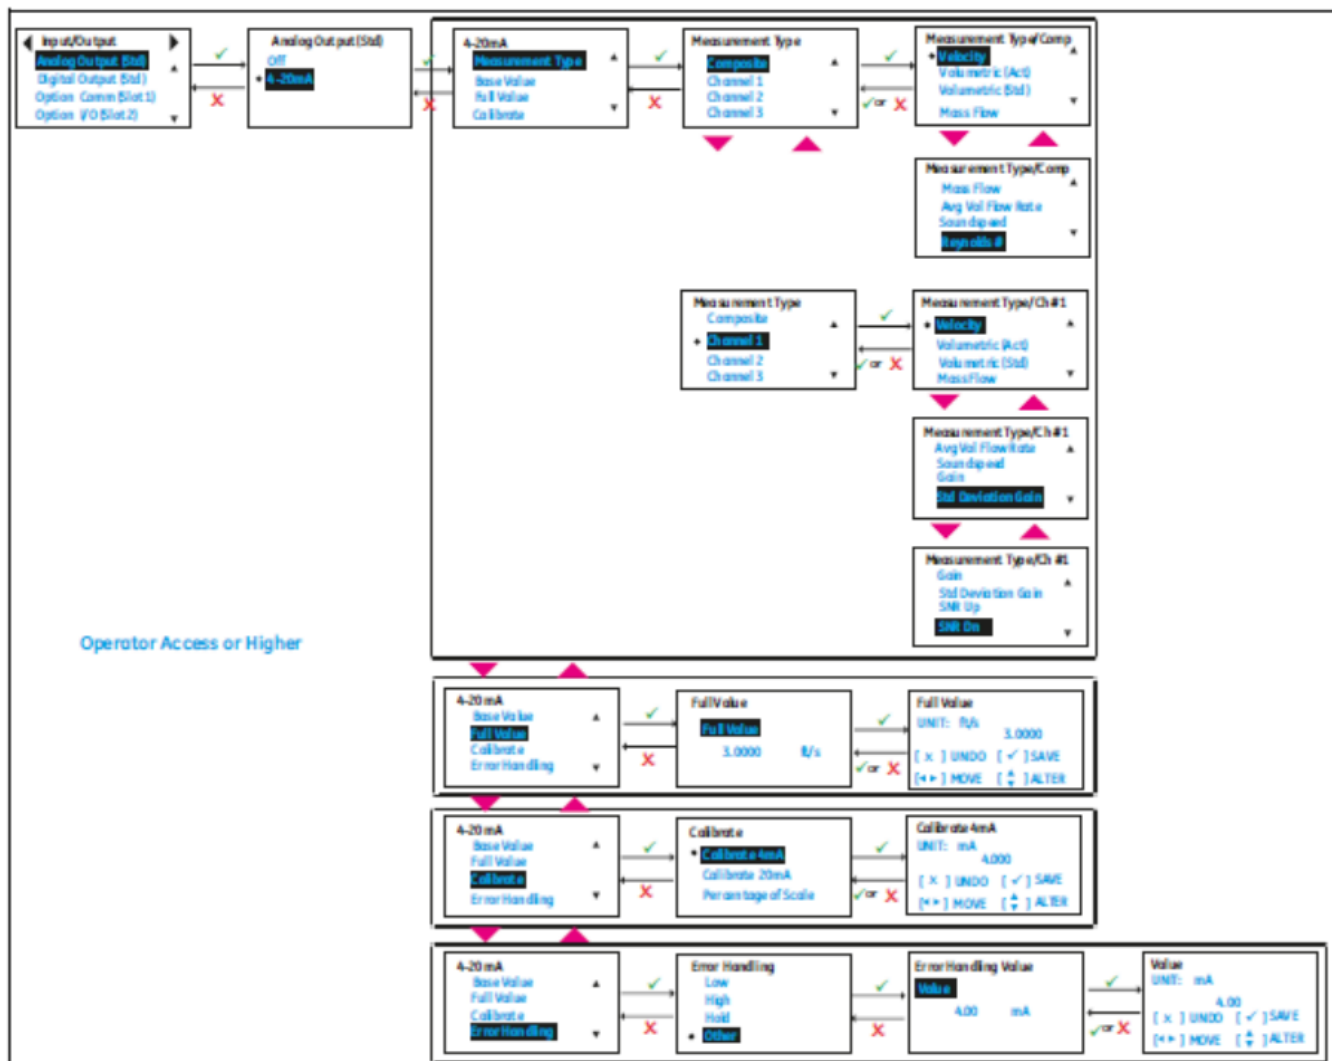
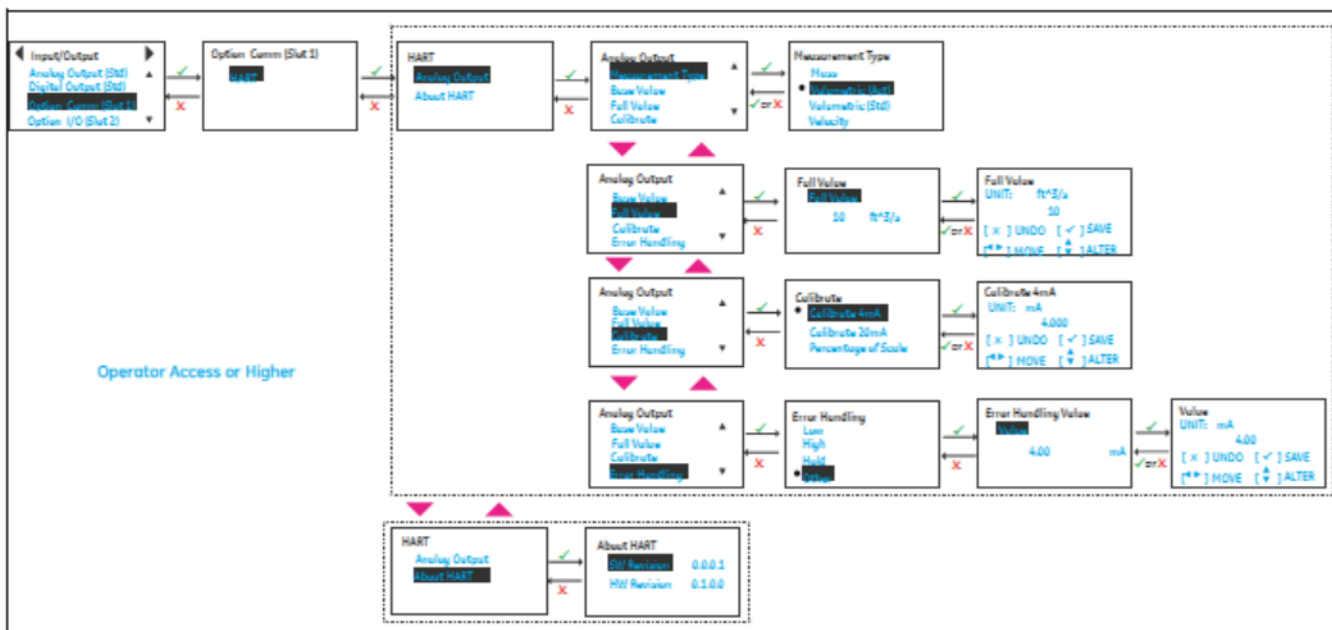

図 57: アナログ出力の設定
図 61: オプションスロット-1 が HART に設定されている場合
3. アナログ出力を接続する場合は、4-20 mA オプションを選択します。下の図 57 に、使用可能なオプションを示します。
2. アナログ出力をHART オプションで設定できます。図 61 および図 57 を参照してください。